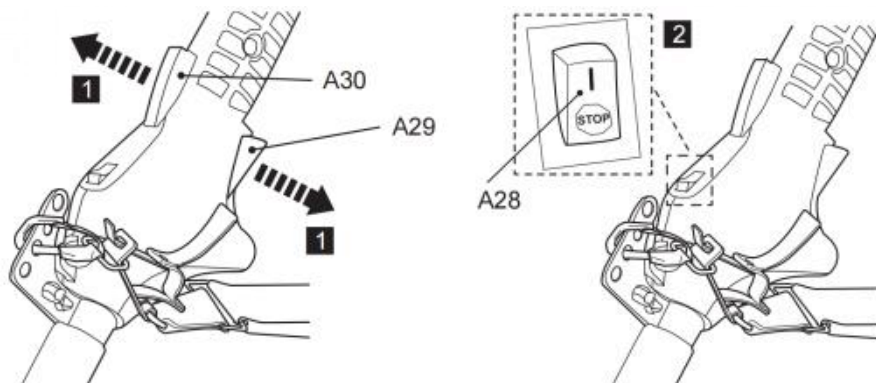

Fig. 42
2. Impostare l'interruttore di accensione (A28) in posizione "STOP" (Fig. 42).